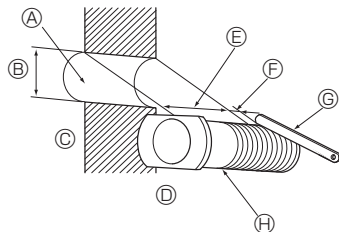

Fig. 3-6
3.4.1. Löcher bohren (Fig. 3-6)
- ① Bohren Sie Löcher von \varnothing 65 mm oder \varnothing 75 mm von etwa 5–7 mm Tiefe und leicht abwärts zum Raum geneigt.
- ② Die Wanddurchbruchhülsen in die Bohrungen einsetzen.